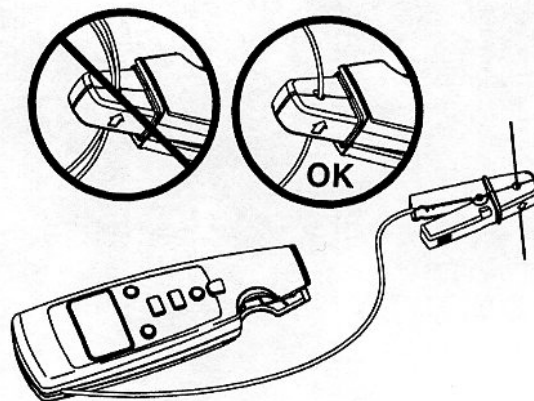

Рисунок 2. Выполнение измерений
2. Сожмите зажим на тестируемом проводе. На дисплее отобразится сила тока в тестируемом проводе. См. Рисунок 2.